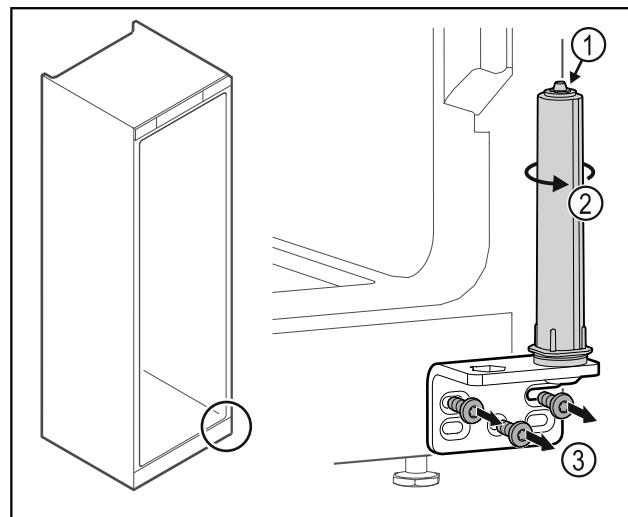

Fig. 32
► Nu dezasamblați sistemul de închidere al ușii Fig. 32 (1).
- Rotiți Fig. 32 (2) sistemul de închidere, până când face clic.
- Deșurubați Fig. 32 (3) colțarul balamalei.